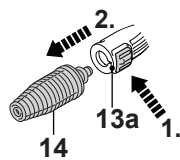

Fig. 24
8. Pressione o botão de desbloqueio (13a) e retire o bocal Dirtblaster (14) da lança de extensão (13) (Fig. 24).